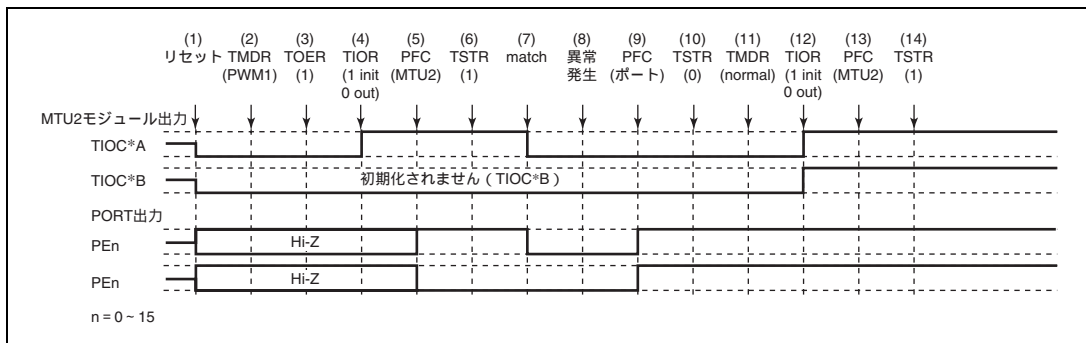

図 12.121 PWM モード 1 で異常が発生し、ノーマルモードで復帰する場合
PWM モード 1 で異常が発生し、再設定後ノーマルモードで再スタートする場合の説明図を図 12.121 に示します。
(1) ~ (10) は図 12.121 と共通です。
(11) PWM モード 1 で再スタートする場合には必要ありません。
(12) TIOR で端子を初期化してください (PWM モード 1 では TIOC*B 側は初期化されません)。
(13) PFC で MTU2 出力としてください。
(14) TSTR で再スタートします。
(11) PWM モード 2 を設定します。
(12) TIOR で端子を初期化してください (PWM モード 2 では周期レジスタの端子は初期化されません)。
(11) 位相計数モードを設定します。
(12) TIOR で端子を初期化してください。
(11) 波形生成部の初期化のためノーマルモードを設定してください。
(12) TIOR で PWM モード 1 の波形生成部を初期化してください。
(13) TIOR で PWM モード 1 の波形生成部の動作を禁止してください。
(14) TOER でチャンネル 3、4 の出力を禁止してください。
(15) TOCR で相補 PWM の出力レベルと周期出力の許可禁止を選択してください。
(16) 相補 PWM を設定します。
(17) TOER でチャンネル 3、4 の出力を許可してください。
(18) PFC で MTU2 出力としてください。
(19) TSTR で再スタートします。